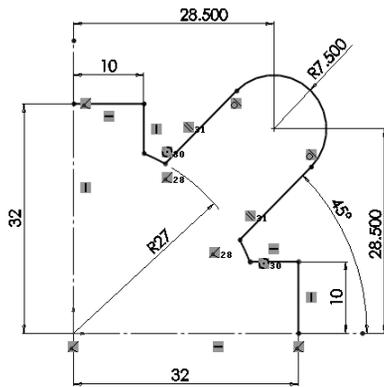

图 2-102 标注尺寸 2
(7) 标注尺寸。单击“草图”选项卡中的“智能尺寸”按钮, 标注尺寸, 如图 2-102 所示。